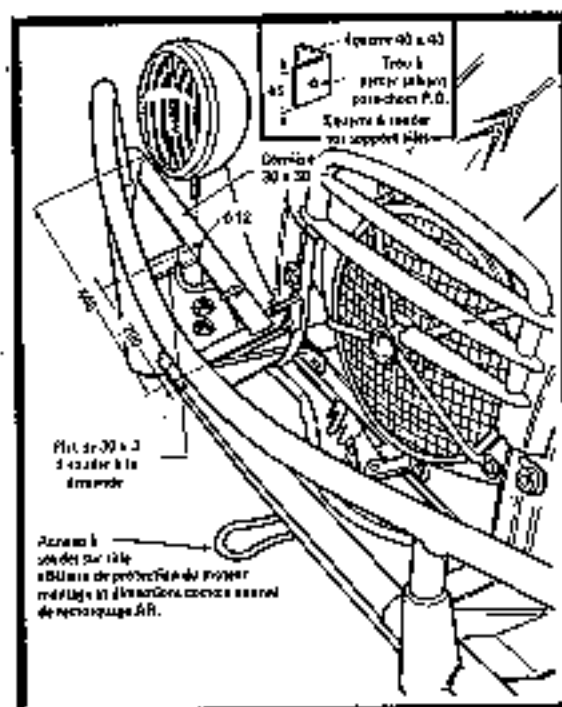

FIGURE 12
- Montage de deux projecteurs longue portée avec relais (Fig. 12).